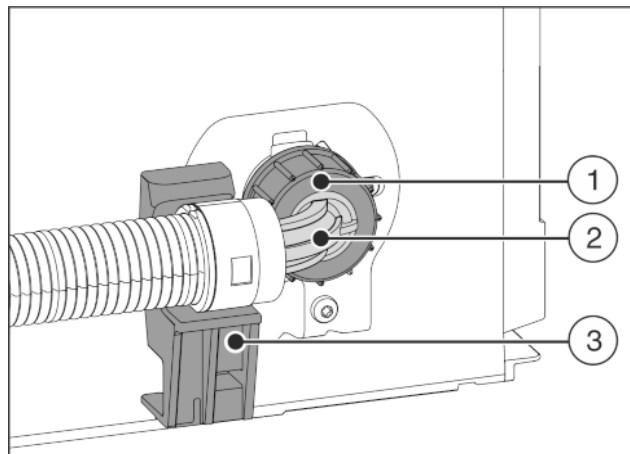

Fig. 21
- ▶ Poziționați și fixați capătul cotit de furtun Fig. 21 (2) orizontal pe suport Fig. 21 (3).
- ▶ Înșurubați piulița Fig. 21 (1) cu mâna pe filet, până când este atinsă o poziție mai sigură, fixă.